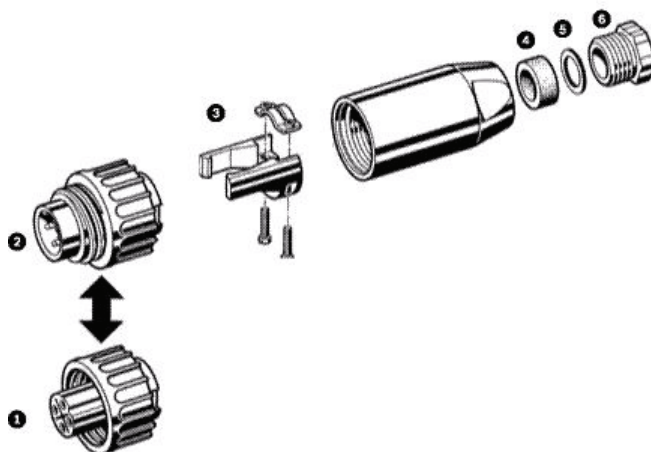

Figura 6.1 Conjunto de 4 pólos do conector acoplado
2. Introduza o cabo de alimentação pelo casquilho posterior e pelo cerra-cabos. Ver *Figura 6.1*.
- Ligue o cabo de alimentação aos terminais de parafuso no conector acoplado fornecido. Ver *Figura 6.1* e *Tabela 6.1*.